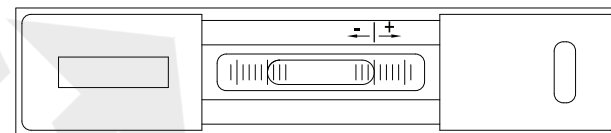
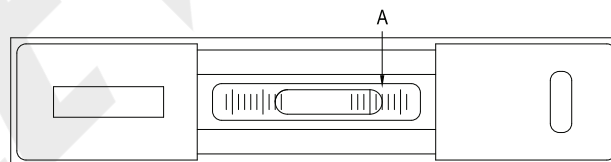
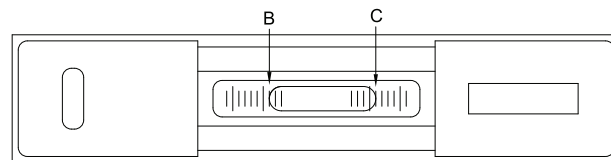

fig.2
fig.3
fig.4
3. Per ottenere un risultato accurato, si consiglia di ruotare la livella di 180° prima di effettuare la misurazione. Il lato destro corrisponde alla scala positiva, mentre quello sinistro alla scala negativa (fig. 2). Una volta che la bolla ha smesso di oscillare (circa 40 secondi), leggere il valore A sulla scala (fig. 3). Ruotare la livella di 180°, facendola scorrere nella stessa posizione sulla superficie. Leggere il valore B sulla scala (fig. 4). La lettura finale è (A+B)/2. Nell'esempio sopra riportato: A= +2, B= +1, (A+B)/2= +1,5 DIV. Per una sensibilità di 0,02 mm/m, il risultato è: +1,5 x 0,02 mm/m = +0,03 mm/m. Per una sensibilità di 0,1 mm/m, il risultato è: +1,5 x 0,1 mm/m = +0,15 mm/m.
7. Temperatura di conservazione: da -40 °C a +70 °C/da 40 °F a 158 °F. Nota: in caso di scostamento dello zero (A-C, Fig. 3 e Fig. 4) superiore a 1 DIV. a seguito di urti o altre forze esterne, si prega di restituire il prodotto a INSIZE per la regolazione.